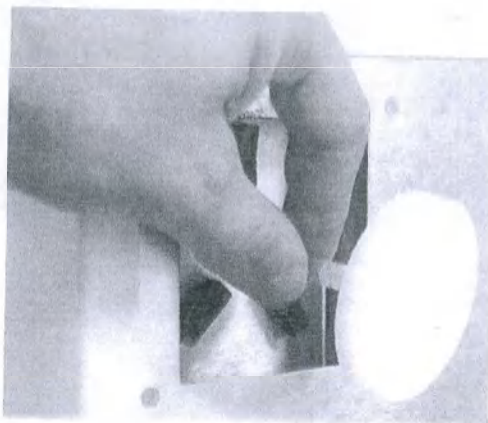

Рисунок 15 – Как правильно брать трубку фильтра
3. Возьмитесь за трубку и вытяните фильтр из прибора на 8-10 см. См. рисунок 15 «Как правильно брать трубку фильтра».